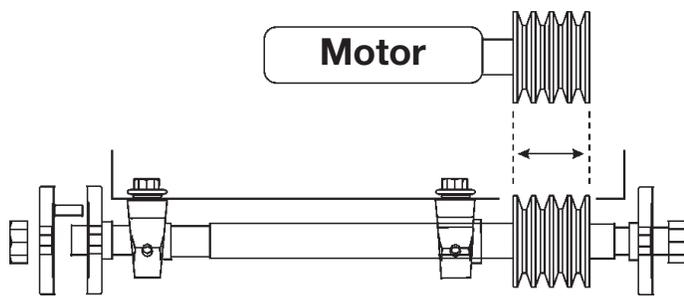

Abb. 55. Ausrichtung der Riemenscheiben
- Die neue Riemenscheibe auf der Welle positionieren und mit einem präzisen Richtscheit genau ausrichten (siehe Abb. 55 und 56).